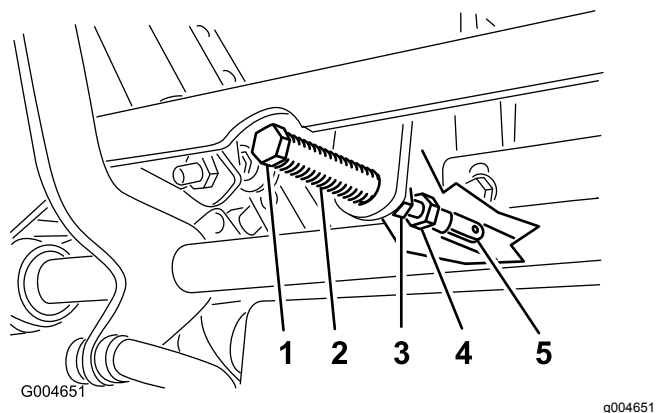

Figura 49
5. Tirate indietro la leva finché il cavallotto con testa (sul braccio sottostante l'albero di articolazione) non tocca l'estremità della scanalatura (inizia a premere sulla molla), come illustrato nella Figura 49.
7. Se occorre regolare, allentate il dado e il controdado contro la forcella (Figura 49).
8. Premendo leggermente indietro la leva di controllo del movimento, girate la testa del bullone di regolazione nella direzione opportuna finché la leva di controllo non si trova al centro, in posizione di BLOCCO IN FOLLE (Figura 49).
9. Serrate il dado e il controdado (Figura 49).
10. Serrate i controdadi dei giunti a sfera (Figura 49).